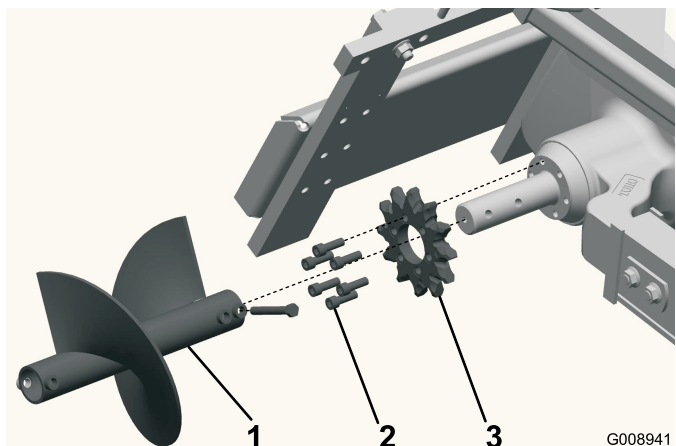

Bild 11
- Entfernen Sie die Schuttschnecke (Bild 11).
- Entfernen Sie die 6 Schrauben, mit denen das Antriebskettenrad befestigt ist (Bild 11).
- Entfernen und entsorgen Sie das Antriebsrad (Bild 11).
- Schieben Sie das neue Zahnrad auf die Welle, siehe Bild 11.
- Drehen Sie die 6 Schrauben handfest in das Antriebsrad (Bild 11).